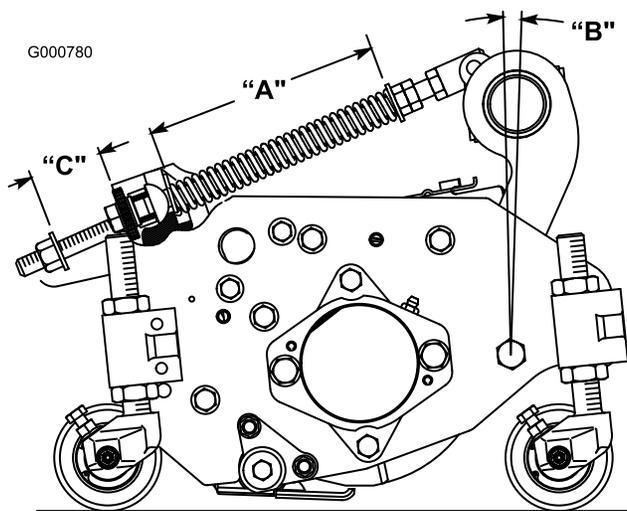

Figura 73
El muelle de compensación del césped (Figura 73), que conecta el bastidor de tiro a la unidad de corte, controla la rotación adelante - atrás, y la altura sobre el terreno en el transporte y en los giros.
1. Apriete la contratuerca del extremo trasero de la varilla del muelle hasta que el hueco (C) entre la parte trasera del soporte del muelle y la parte delantera de la arandela sea de 25 mm (Figura 73).
2. Apriete las tuercas hexagonales del extremo delantero de la varilla del muelle hasta que la longitud comprimida (A) del muelle sea de 20,3 cm (Figura 73).
Nota: Cuando siegue césped basto u ondulado, aumente la longitud comprimida (A) del muelle a 21,6 cm y el hueco (C) entre la parte trasera del soporte del muelle y la parte delantera de la arandela a 38 mm (Figura 73).